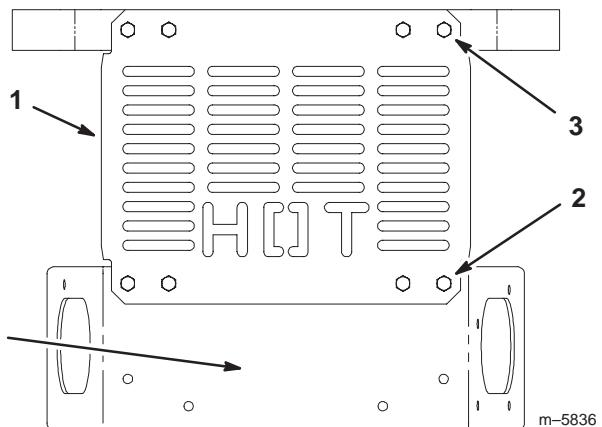

Bild 6
1. Nehmen Sie das hintere Wärmeschutzblech ab (Bild 6). Werfen Sie die oberen Schrauben und Muttern weg.
- Montieren Sie die Unterseite des hinteren Wärmeschutzblechs an der hinteren Stoßstange (Bild 6).